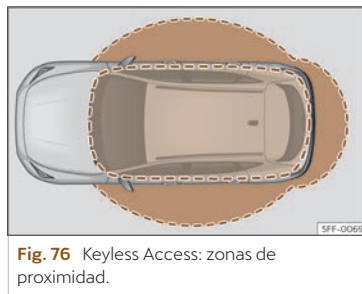

Fig. 76 Keyless Access: zonas de proximidad.
- El vehículo se desbloquea cuando la llave de contacto se detecta en un área cercana >>> **fig. 76**. Todos los intermitentes se iluminan dos veces.